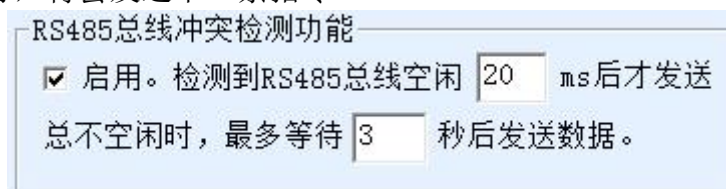

图 30 RS485 防冲突空闲时间
1. 图 30 所示为“RS485 总线防冲突时间”，一般可以设置为参数配置界面右下角的“数据包间隔”的两倍，但是最小不能小于 20。